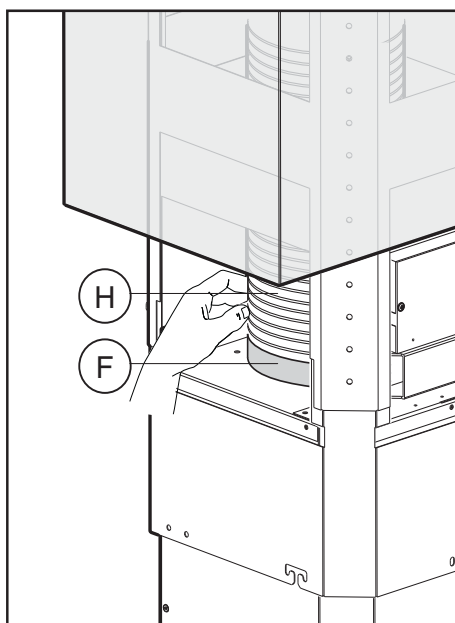

Fig.14
- Fixe o tubo de evacuação do ar **H** (não fornecido) na Flange de ligação **F** (Fig.14).